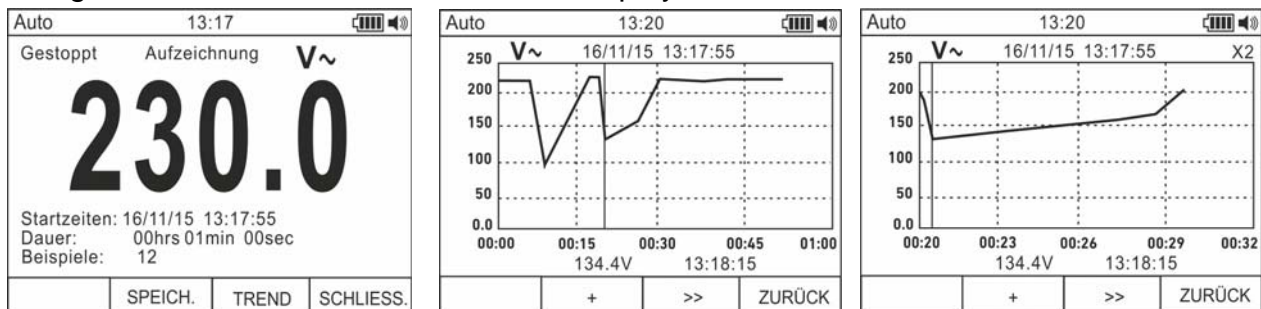

Abb. 11: Starten der Datenaufzeichnung
9. Das Gerät zeigt die restliche Zeit und die Anzahl von in Echtzeit abgetasteten Werten und die Meldung “Angehalten” am Ende der Aufzeichnung (siehe Abb. 11 – linker Teil). Drücken Sie die **F4 (Stop)** Taste zum sofortigen Beenden einer laufenden Aufzeichnung.
11. Drücken Sie die **F3 (Trend)** Taste, um den Trend der Aufzeichnung (Grafik) anzuzeigen (siehe Abb. 11 – Mitte).
12. Drücken Sie die **F4 (>>)** Taste, um den Cursor auf dem Graph zu bewegen und die **F2 (+)** Taste zur Aktivierung der Zoom Funktion vom Graph, um die Auflösung zu erhöhen (das Symbol “Xy” wo y=max Zoom erscheint rechts auf der Oberseite des Displays) (siehe Abb. 11 – rechter Teil). Es ist möglich, einen x1 Zoom X1 für **mindestens 15 Messpunkte**, bzw. x2 Zoom für **mindestens 30 Messpunkte**, bzw. x3 für **mindestens 60 Messpunkte** usw. durchzuführen, (max **6 Zoom-Operationen**).